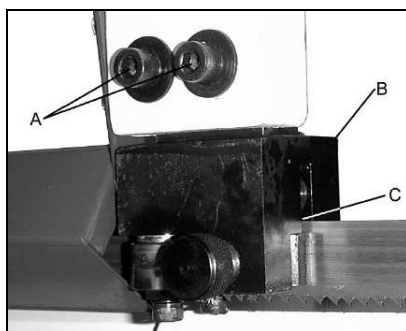

Fig 11
Desserrer les vis (A, Fig 11) et positionner le rouleau inférieur à une distance d'env. 0,1mm du ruban. Resserrer les vis.
Desserrer les vis (B, Fig 11) et retirer les glissières céramiques (A) de la bande.